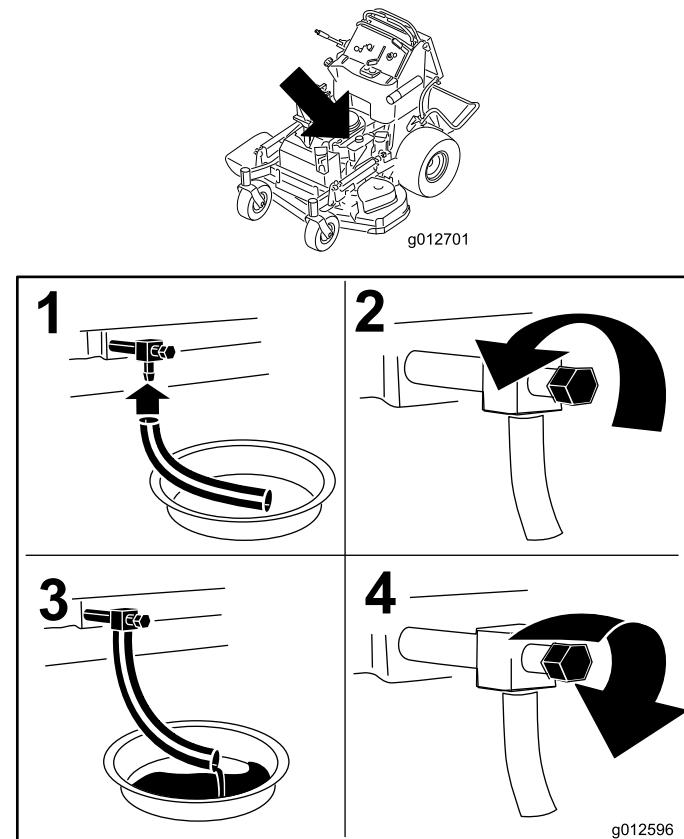

図 45
- エンジンを停止させ、キーを抜き取り、各部が完全に停止したのを確認してから運転位置を離れる（図 45）。